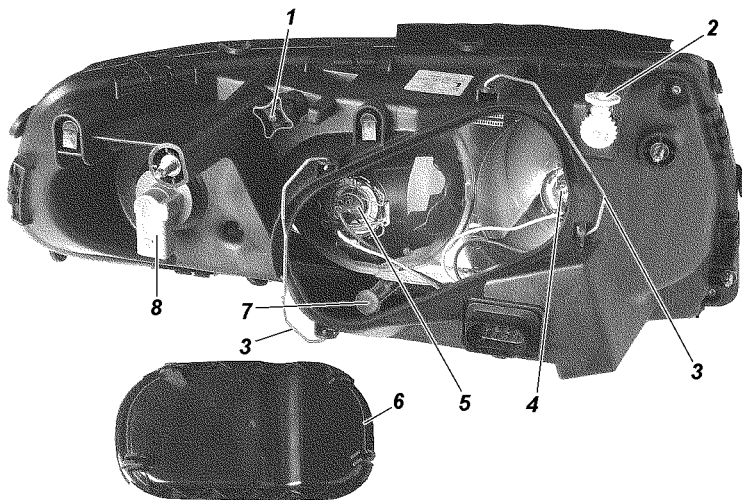

Рис. 9.42. Фара:
3. Включите ближний свет фар и, поочередно закрывая каждую фару, вращением регулировочного винта 1 (рис. 9.42) и регулировочной шестерни 2 добейтесь, чтобы светотеневая граница слева от точек Е и Е' совпала с линией 1, а справа - с линиями 2 и 2' для левой и правой фар соответственно. Точки перелома светотеневой границы должны совпадать с точками Е и Е'.
Замена ламп фар. Для замены лампы указателей поворота снимите колодку с патрона 8 (см. рис. 9.42), поверните патрон по часовой стрелке (для правой фары) или против часовой стрелки (для левой фары) и выньте патрон в сборе с лампой.